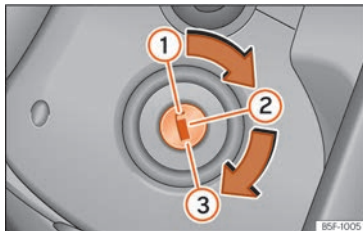

Abb. 251 Positionen des Zündschlüssels
Sollte der Motor nicht sofort anspringen, brechen Sie den Startvorgang ab und wiederholen Sie ihn nach ca. 30 Sekunden. Um den Motor erneut zu starten, drehen Sie den Zündschlüssel in Stellung  Abb. 251  zurück.
- Drehen Sie den Zündschlüssel in Stellung  **»» Abb. 251 **.
- Ziehen Sie den Zündschlüssel in Stellung  **»» Abb. 251 ** .